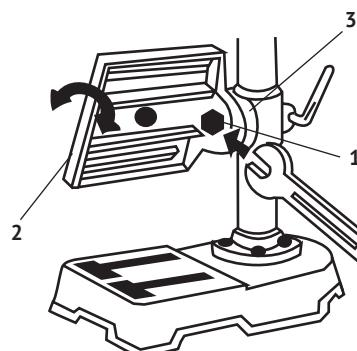

рис. 5
Изменение наклона рабочего стола (см. рис.5)
- ослабить ключом болт фиксации (рис.5 поз.1);
- повернуть рабочий стол (рис.5 поз.2) по шкале угла поворота (рис.5 поз.3) на нужную величину;